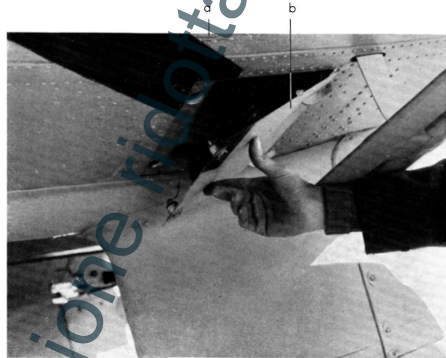

Abb. 10: Klappe zum Leergurkasten
- Abb. 10: Klappe zum Leergurtkasten